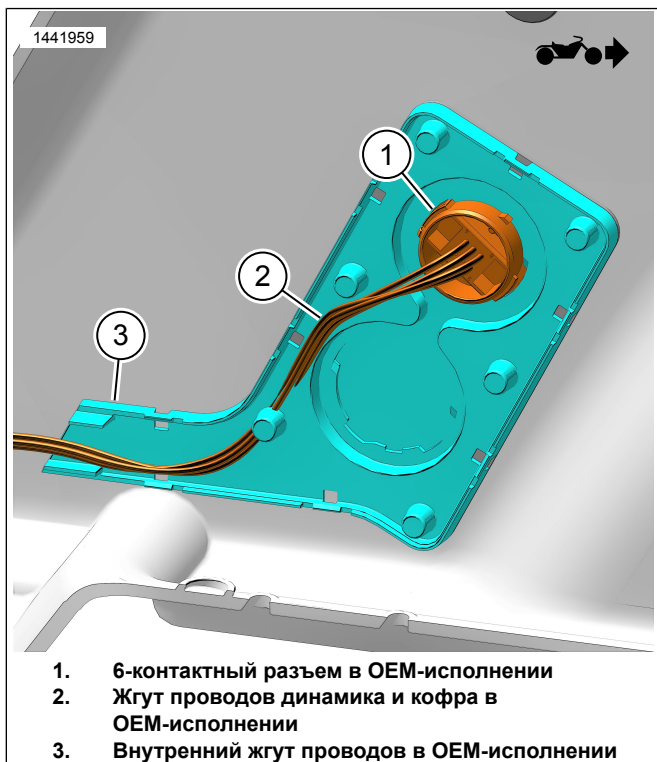

Рисунок 6. Внутренний жгут проводов в OEM-исполнении (внутри кофра)
1. См. рис. 6. Удалите оригинальные компоненты из правого кофра.
- d. Удалите оригинальный 6-контактный разъем [289B] (1). Откройте зажим фиксатора и поверните против часовой стрелки.
- e. Вытяните жгут проводов динамика и кофра (2) и разъемы через отверстие. Сохраните их для последующего использования.
- f. Выньте и утилизируйте оригинальный внутренний жгут проводов (3) и винты.
2. См. рис. 6. Установите оригинальный 6-контактный разъем правого кофра (1).
- a. Проложите жгуты проводов разъемов, динамика и кофра (2) через отверстие.
- b. Установите оригинальный 6-контактный разъем [289B] (1). Поворачивайте по часовой стрелке до тех пор, пока фиксатор не заблокируется.